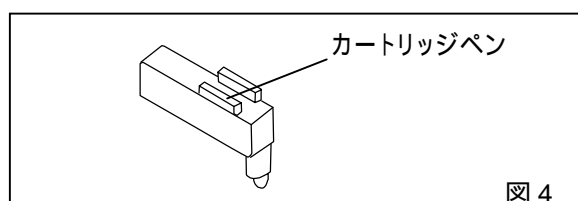

図 4
3. ペンホルダー（記録指針）の先についている古くなったカートリッジペン[図 4]を手前に引き抜き、新しいカートリッジペンを手前から挿入します。